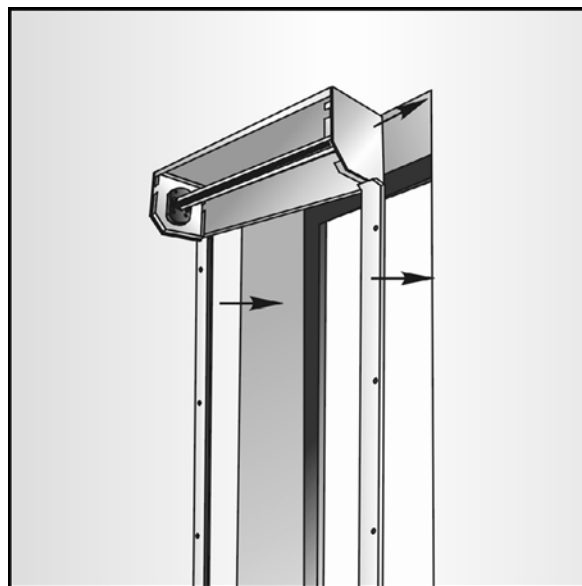

Рис. 2.18
- при встроенном и комбинированном монтаже каркас установить в проем (рис. 2.18).